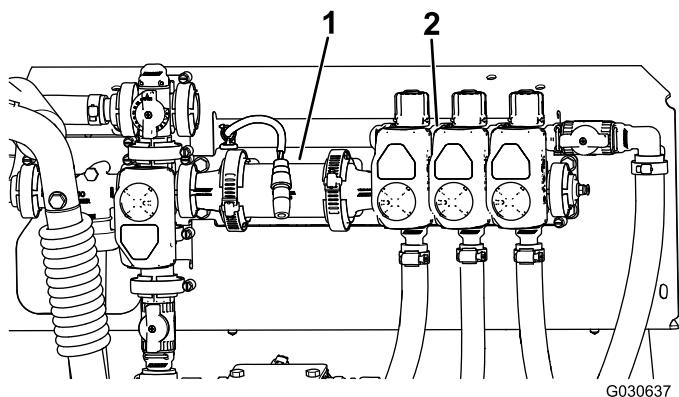

図 7
- F. ブームバルブアセンブリを、注意深く元の位置に戻すフローメータのボディと面一になるように図7。